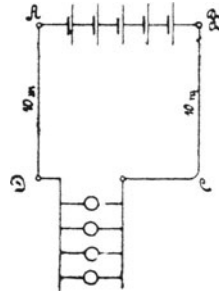

Fig. 16.
81. Fünf Elemente von je 1,8 [1,9] (1,8) V elektromotorischer Kraft und 0,2 [0,19] (0,25)  $\Omega$  innerem Widerstand sind hintereinander geschaltet. 10 [12] (15) m von der Stromquelle entfernt, werden 4 [5] (6) parallel geschaltete Glühlampen von je 16 [20] (24)  $\Omega$  Widerstand gebrannt, welche durch 2 je 1,2 [1,5] (2) mm dicke Kupferleitungen AD und BC mit der Stromquelle verbunden sind (Fig. 16).